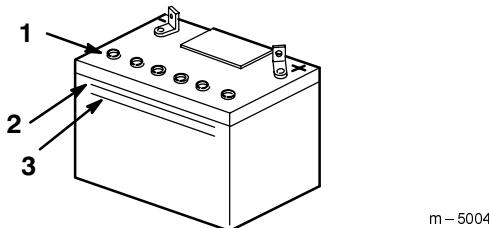

Figure 16
2. Observez le côté de la batterie. Le niveau de l'électrolyte doit atteindre le trait supérieur (Fig. 16). Ne laissez pas l'électrolyte descendre en dessous du trait inférieur (Fig. 16).
3. Enlevez les bouchons d'aération de la batterie (Fig. 16).
4. Versez de l'eau distillée avec précaution dans chaque élément jusqu'au repère supérieur (Fig. 16) sur le côté de la batterie.
5. Attendez cinq à dix minutes après avoir rempli les éléments. Ajoutez de l'eau distillée au besoin, pour amener le niveau au repère supérieur (Fig. 16) sur le côté de la batterie.